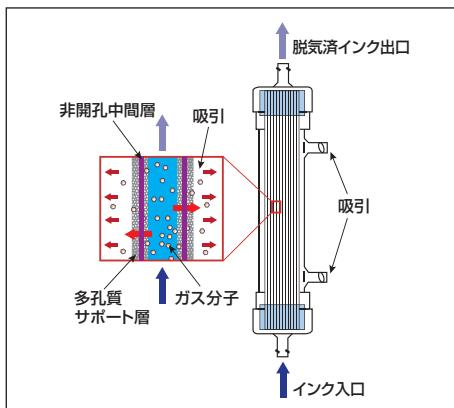

図2：流れ方向を示したファイバーの概略図
- 3.2 インクの入口/出口ポートと吸引ポートをシステムに接続してください（図2を参照）。接続するポートの表面にそれぞれ汚れや損傷がないことを確認してください。ルアーロック継手は締めすぎないよう注意してください。